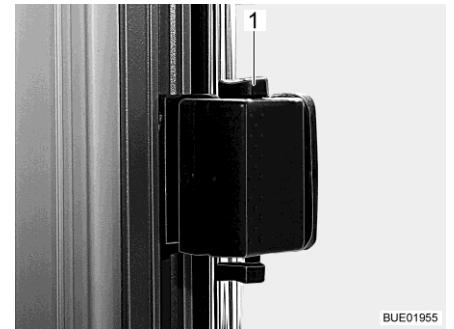

Fig. 84 Fenêtre coulissante, déverrouillée
- Pousser le verrou (Fig. 84,1) vers le haut.